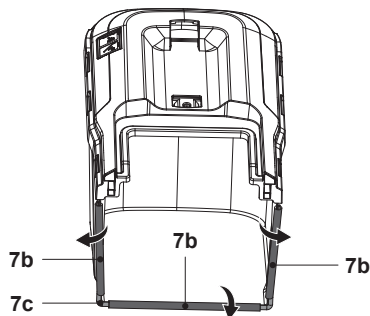

Rys. 4
9. Zamocować linkę sterującą (20) w zacisku do linki (19), który może być zainstalowany fabrycznie pod dźwignią blokującą (5) (rys. 4).